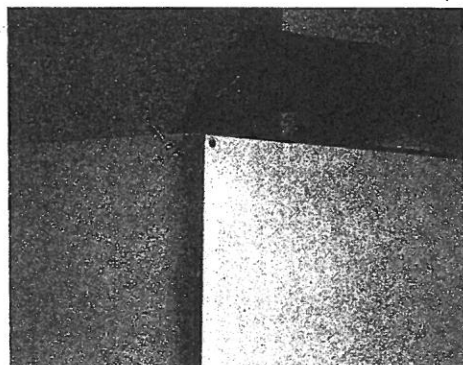

Fig. 3
2.201 Ved hjørneløsninger må det benyttes et element med perforering langs frontens kant. (500 P eller 680 P). Perforeringen skal dekkes av elementer fra det andre benet i hjørnet, se fig. 3. Elementene klipses sammen i over- og underkant og festes til underlaget på samme måte som for rett vegg. Se fig. 3.